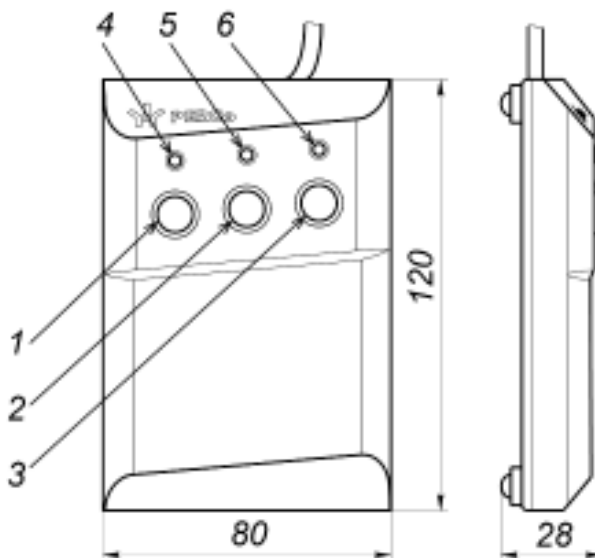
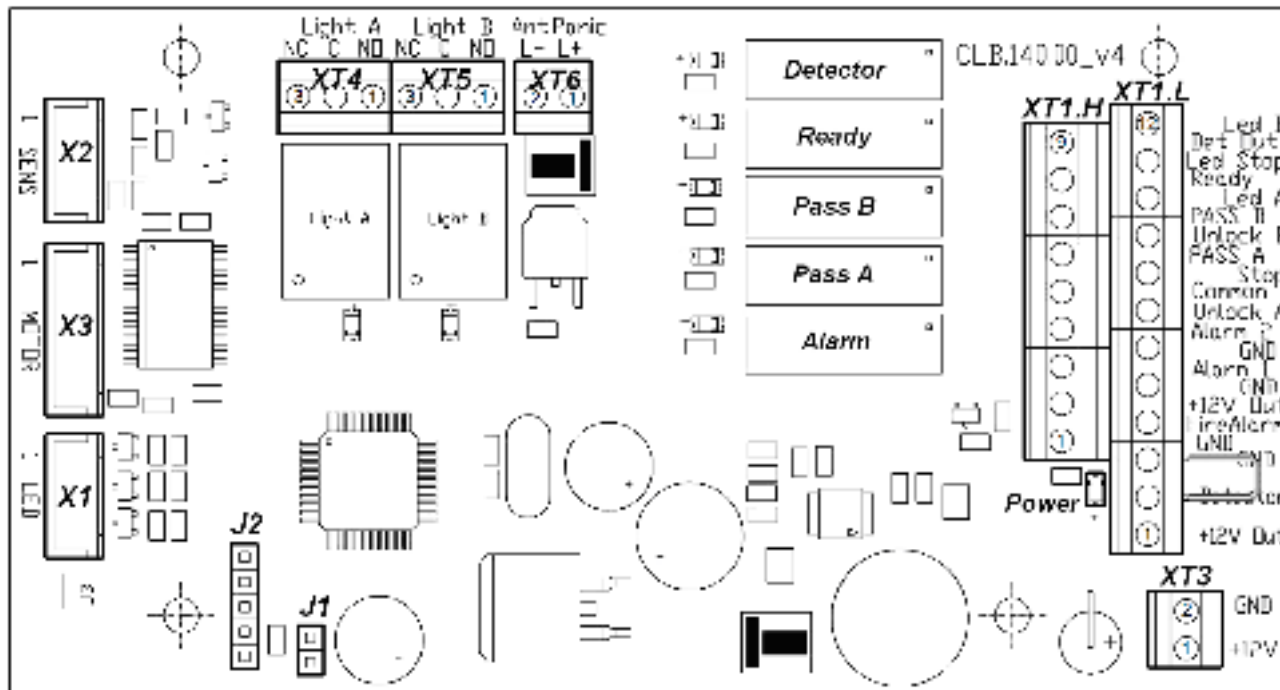

Рисунок 4. Общий вид и габаритные размеры ПДУ
Рисунок 5. Внешний вид платы управления
ПДУ (9) выполнен в виде небольшого настольного прибора в корпусе из ударопрочного АБС пластика и предназначен для задания и индикации режимов работы при ручном управлении турникета. ПДУ подключается к плате гибким многожильным кабелем (10) через клеммную колодку **XT1.L** (см. рис. 5). Общий вид ПДУ показан на рис. 4.
Внутри стойки расположен кронштейн с установленной платой управления (см. рис. 5) и клеммами для подключения внешних устройств. К плате подключаются ПДУ, выходы СКУД, устройство РУ (при его использовании), устройство аварийного открытия прохода *Fire Alarm* (далее – *устройство Fire Alarm*). На клеммы подключения внешних устройств выведены линии подключения источника питания, линии сигналов считывателей. Подключение внешних устройств производится в соответствии со схемой электрических соединений турникета (см. рис. 13).
На плате управления (см. рис. 5) расположены:
Выбор режима управления осуществляется снятием / установкой перемычки на разъем **J1** платы управления. Расположение разъема **J1** показано на рис. 5. При поставке перемычка установлена, что соответствует импульсному режиму управления турникетом. Для перехода в потенциальный режим управления снимите перемычку. Изменение режима управления произойдет после включения турникета.